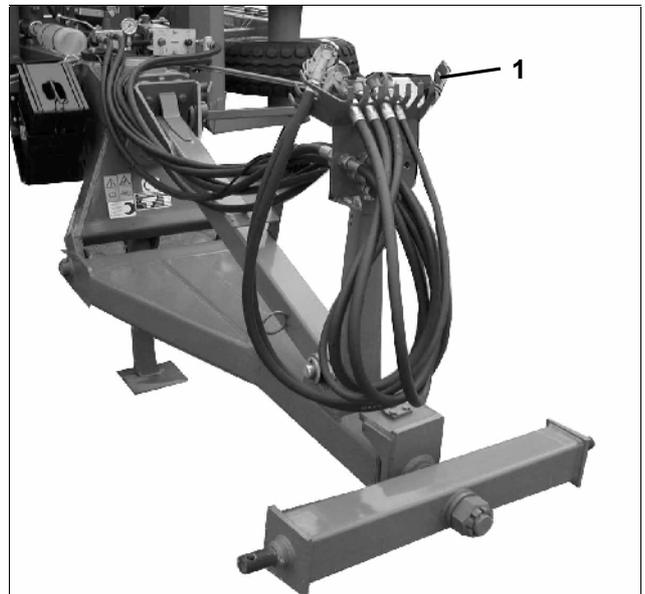

Fig. 16
- Insérez les flexibles hydrauliques dans le dispositif de rangement prévu à cet effet (Fig. 16/1).